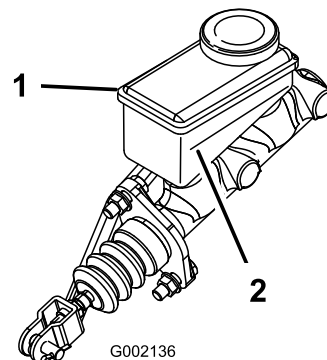

Рисунок 14
3. Посмотрите на контур уровня жидкости в боковой части бачка. (Рисунок 14).
- B. Долейте тормозную жидкость DOT 3 в бачок, пока ее уровень не будет выше линии «Минимум» (Рисунок 14).
5. Установите резиновую заглушку в верхней части приборной панели (Рисунок 14).